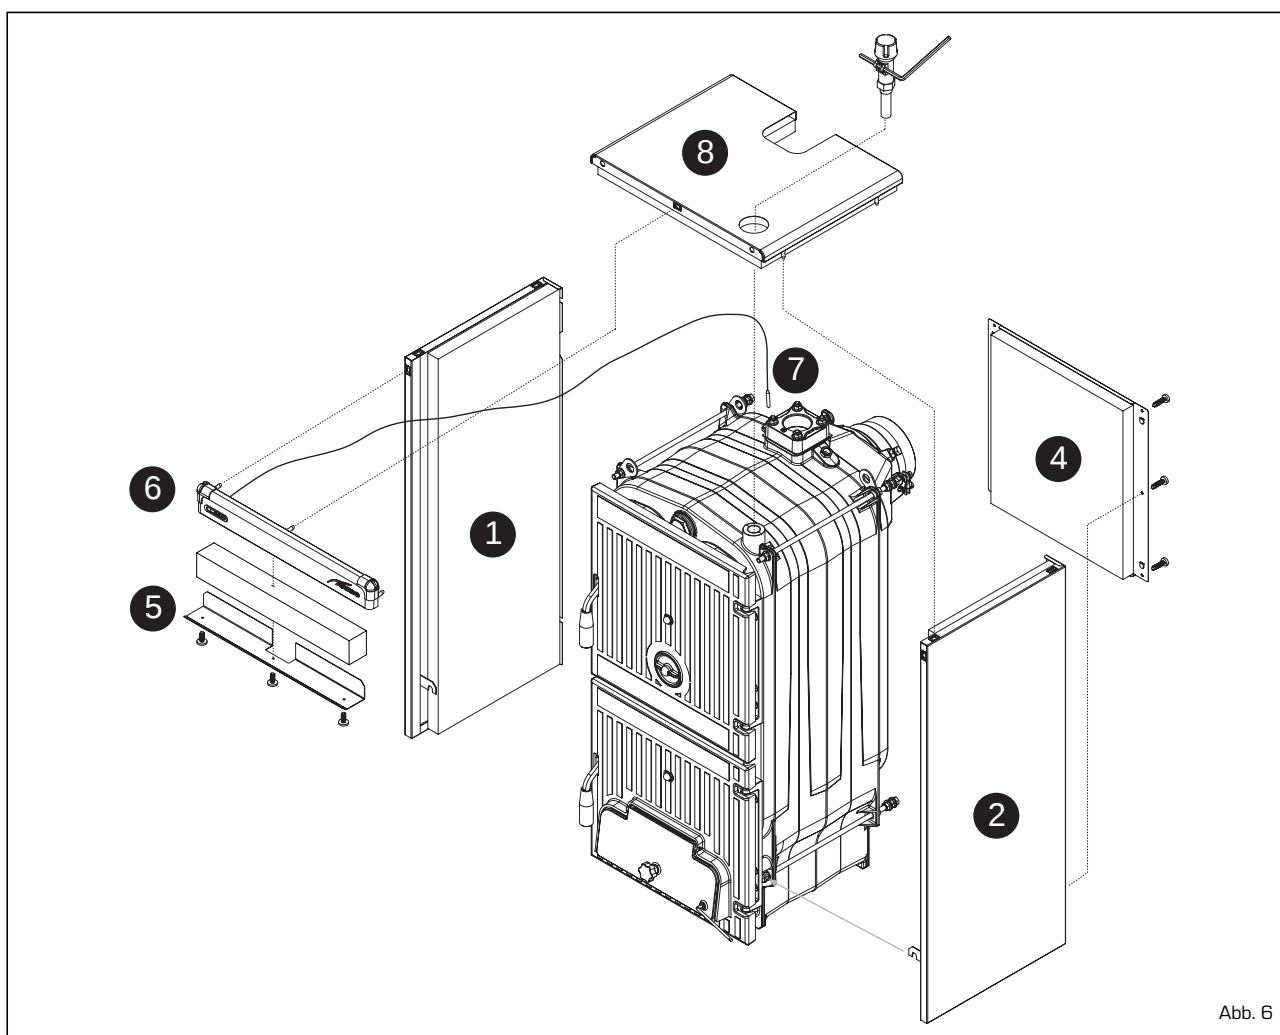

Abb. 6
4.5 MONTAGE DES MANTELS (Abb. 6)